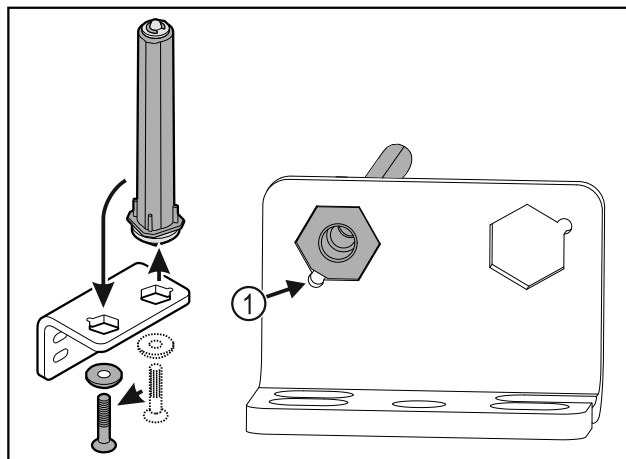

Fig. 34
- Se till att bultens fäsnings Fig. 34 (1) är vänd mot det runda hålet vid isättningen.